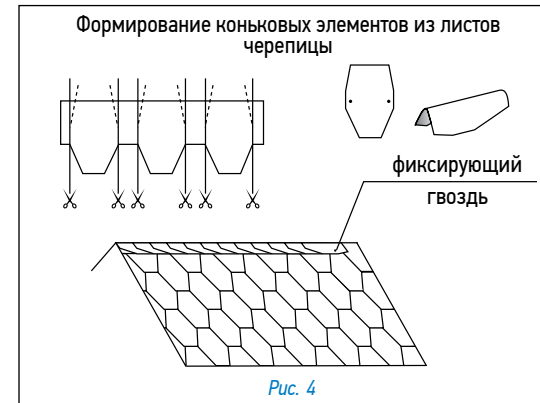

Рис. 4
**Конек (рис. 4)**
При оформлении конька используется специальная коньково-карнизная черепица, либо коньковые элементы, которые нарезаются непосредственно из листов черепицы и подкраиваются в форме трапеции (рис. 4). Коньковые элементы укладываются внахлест на коньки и ребра (направление укладки по преимущественному направлению ветра). Каждый коньковый элемент фиксируется двумя гвоздями, которые перекрываются следующим коньковым элементом.